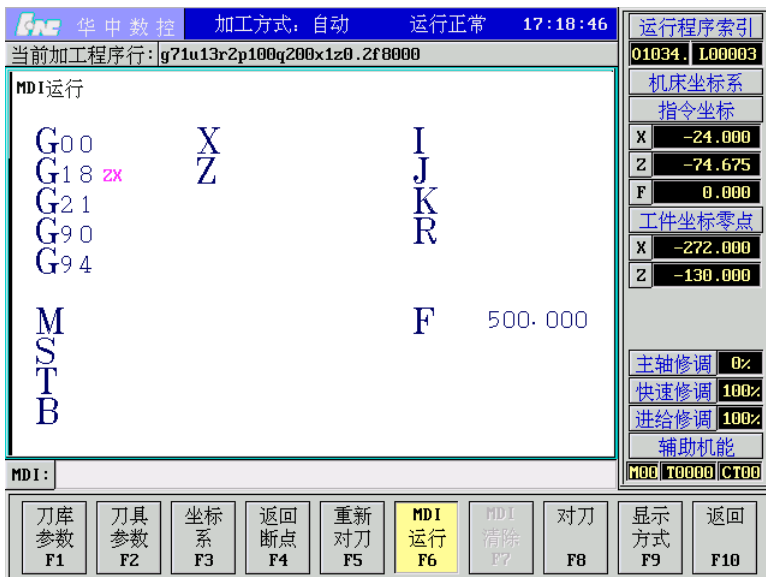

图 3.5.2 MDI 运行
在 MDI 功能子菜单下按 **F6**，进入 MDI 运行方式，命令行的底色变成了白色，并且有光标在闪烁，如图 3.5.2 所示。这时可以从 NC 键盘输入并执行一个 G 代码指令段，即“MDI 运行”。
- (1) 直接输入“G00 X100 Z1000”并按 **Enter** 键，图 3.5.2 显示窗口内关键字 G、X、Z 的值将分别变为 00、100、1000；
- (2) 先输入“G00”并按 **Enter** 键，图 3.5.2 显示窗口内将显示大字符“G00”，再输入“X100”并按 **Enter** 键，然后输入“Z1000”并按 **Enter** 键，显示窗口内将依次显示大字符“X100”、“Z1000”。